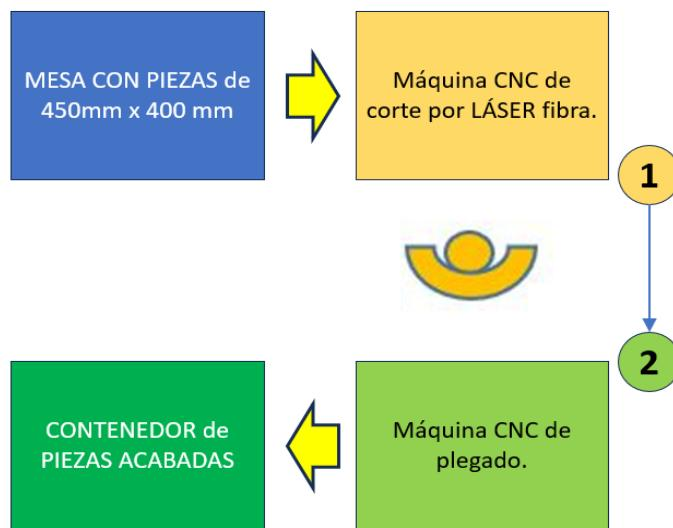

Figura 3. Celda de fabricación Flexible.
7. Una vez cortadas las chapas se dispone de una celda de fabricación flexible con la configuración que se muestra en la Figura 3.